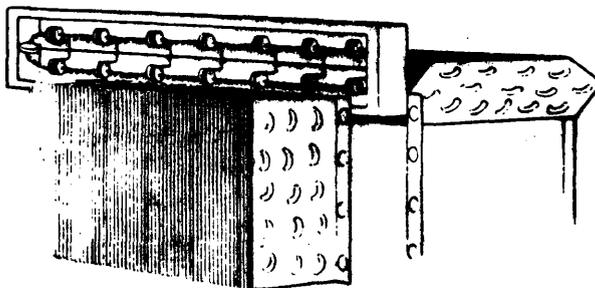

Fig. 2
- b *Retire el calefactor por la parte superior (fig. 2).*